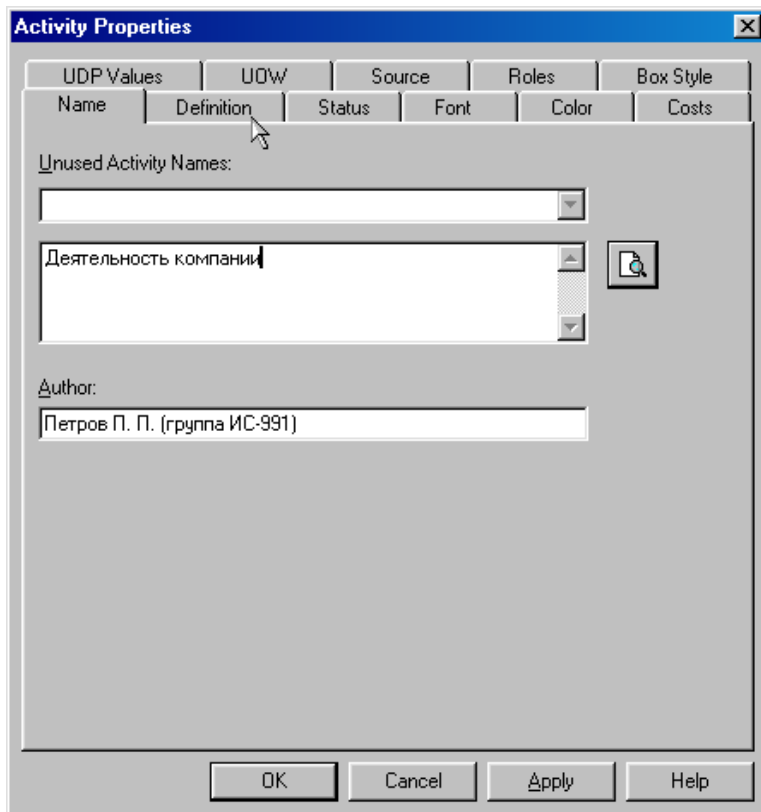

Рисунок 1.9 – Присвоение работе названия
1.8). Во вкладке **Name** внесите имя "Деятельность компании" (рисунок 1.9).